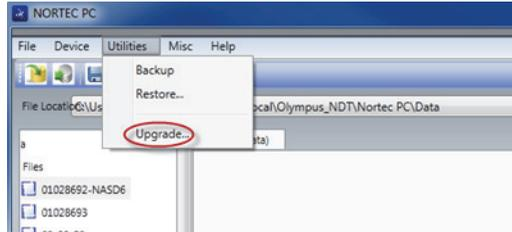

Figura 6-12 Il menu Utilities
6. Nel menu **Utilities** del NORTEC 600, selezionare **Upgrade** (vedere Figura 6-12 a pagina 327).